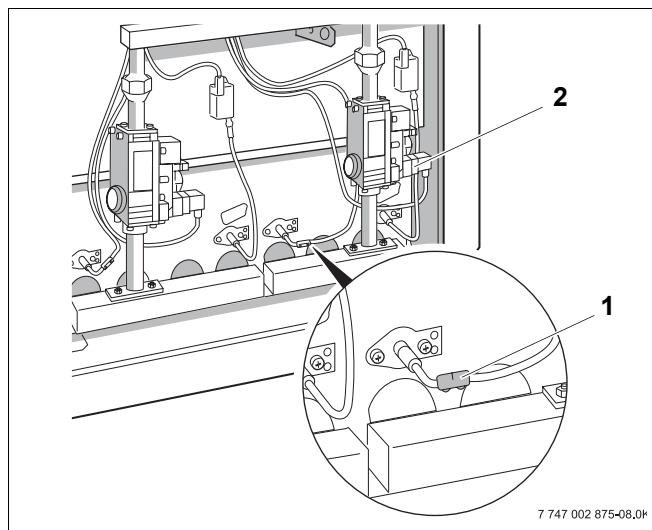

Рис. 33 Проверка контроля пламени
- Удалите защиту от прикосновения на контролльном кабеле (рис. 33, **поз. 1**) и разъедините штекерное соединение.
Примерно через 12 секунд откроется электромагнитный клапан (рис. 33, **поз. 2**), что можно распознать по тихому щелчку. Примерно через 10 секунд после этого горелка переключается на неисправность, т.е. загорится сигнальная лампочка на кнопке подавления помех.